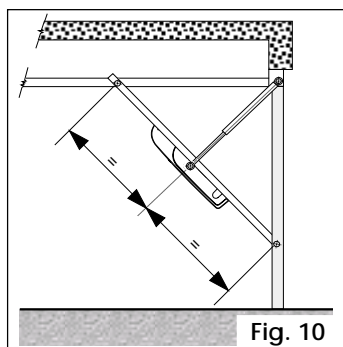

Fig. 10
• **puerta basculante con guías horizontales (Fig. 10)**